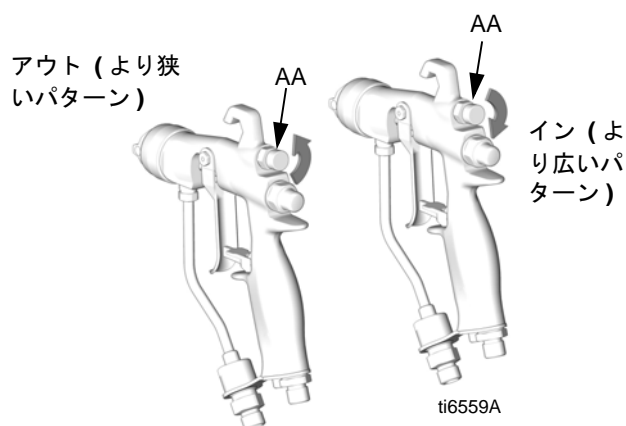

図 4. パターンエアノブ
1. 図 4 を参照してください。ノブ (AA) を時計回りに完全に回してパターン調節エアを停止させます。これは最も幅広のパターンにガンを設定します。
3. 図 4 を参照してください。パターンを狭くするには、パターン調整バルブノブ (AA) を反時計回りに (アウト) に回します。パターンが十分に狭くならない場合は、ガンへのエア圧力をわずかに増やすか、異なるサイズのチップを使用します。